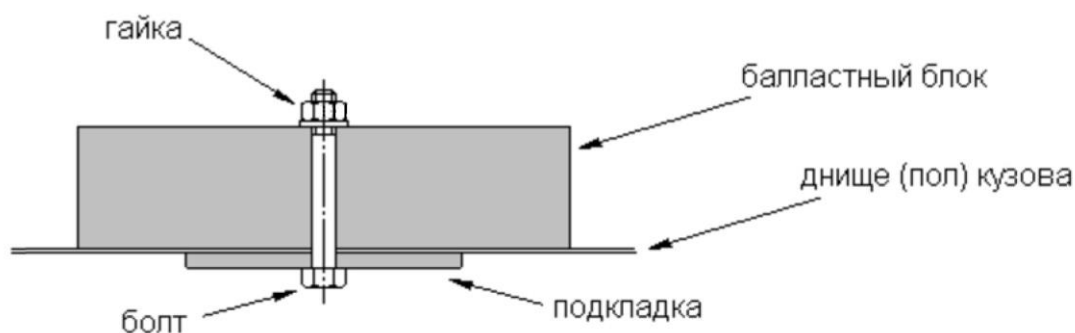

Рис.4
блоки, и размещенные на полу или снизу пола салона или багажника. Балласт должен быть прикреплен к кузову болтами класса 8,8 минимальным диаметром 8 мм с подкладками, в соответствии с Рис. 4. Минимальная площадь соприкосновения между кузовом и подкладками в каждой точке крепления должна быть не менее 40 см². Количество болтов: не менее двух (2) на каждые 20 кг балласта и не менее двух (2) на каждый блок весом свыше 10 кг. Толщина подкладки не менее 3 мм. Болты следует размещать вблизи периметра блока на максимальном расстоянии друг от друга. Рекомендуется размещать блоки вблизи вертикальных элементов кузова (туннель, короб, и т.п.). Также рекомендуется приваривание подкладок к панели днища.